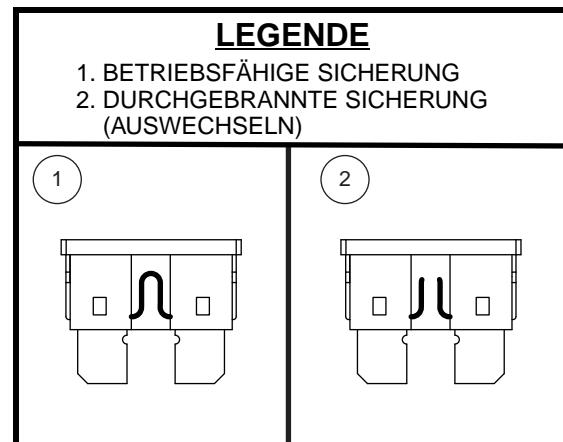

Abb. 28. Wechseln der Sicherung
2. Sicherung auf Durchbrennen überprüfen. Siehe Abb. 28.